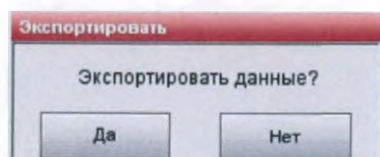

Рис.6-32 Экспортировать данные
4. Появится сообщение с просьбой подтвердить ваш выбор (Рис.6-32).